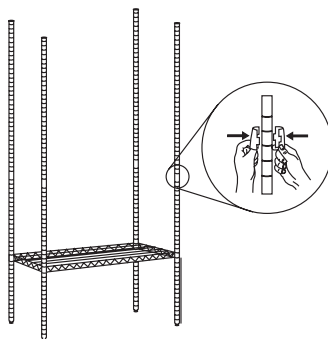

Abb. 4
6. Zum Anbringen des nächsten Regalbodens die Nuten in der Stange bis zur gewünschten Höhe zählen. Eine Aufnahme anbringen. Ebenso für die anderen Stangen verfahren **[Abb. 4]**.